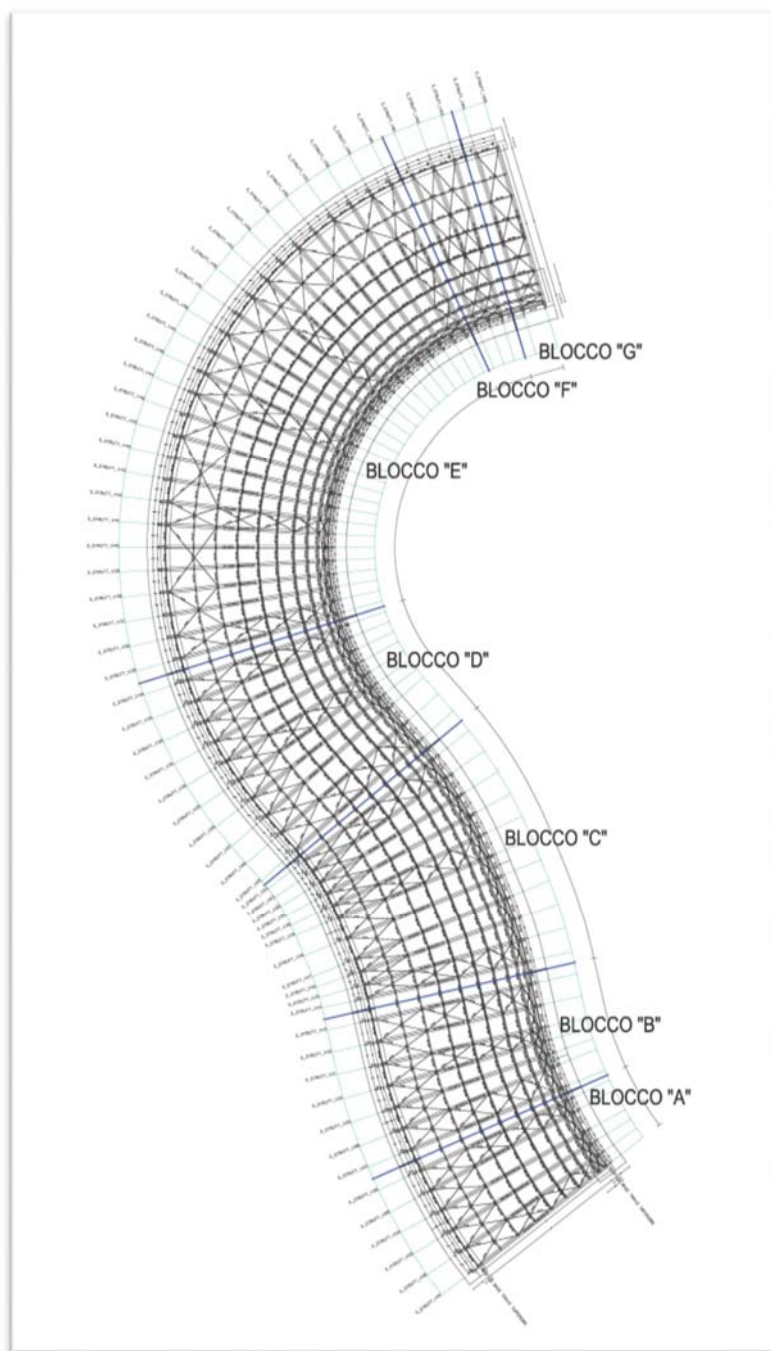

Fig. 1 (Pianta con individuazione dei blocchi della struttura: Blocco A – B – C- D- E- F- G)
3. Montaggio della struttura reticolare in acciaio secondo la disposizione dei blocchi (vedi fig.1) con bulloni e saldature. (Vedi gli elaborati particolari costruttivi C-2.6.7, C-2.6.8, C-2.6.9)